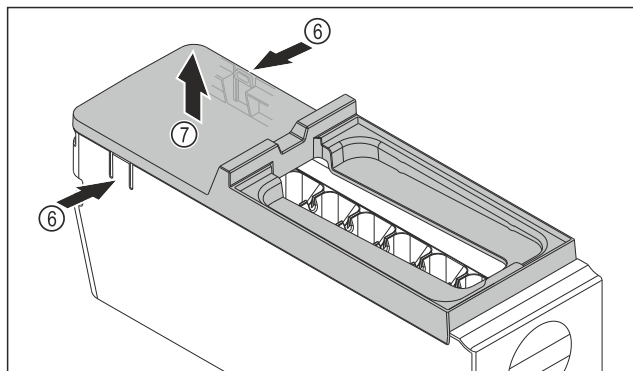

Fig. 173
- ▶ Izvadite poklopac tijela sustava EasyTwist-Ice: Pritisnite jezičke Fig. 173 (6) na obje strane tijela sustava EasyTwist-Ice jednom rukom.
- ▶ Poklopac Fig. 173 (7) drugom rukom izvucite prema gore.